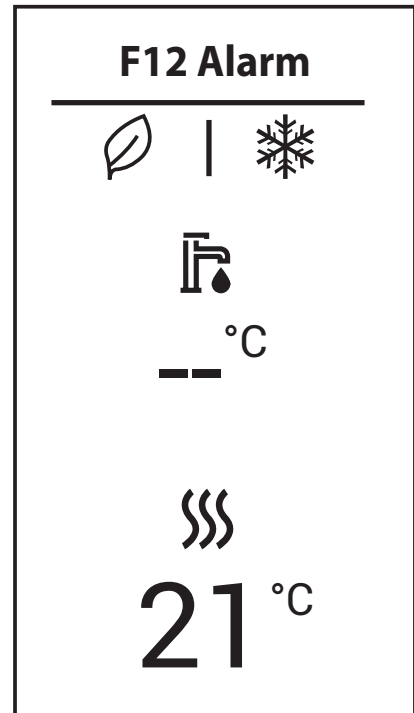

fig. 6
**Storing type bericht (fig. 6):** De storing tast de werking van de verwarmingsketel niet aan. Het bericht verdwijnt als het probleem opgelost is.